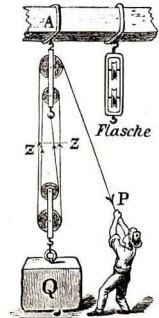

Abb. 75
3. Der gewöhnliche Flaschenzug ist eine Verbindung von zwei Flaschen, einer losen und einer festen (Abb. 75).